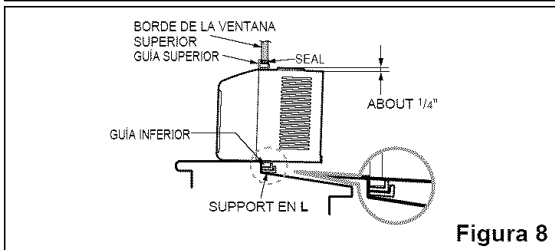

Figura 8
- Mientras sujeta el acondicionador de aire, baje cuidadosamente el marco corredizo de la ventana detrás de la guía superior del acondicionador de aire, como se muestra en la Figura 8.